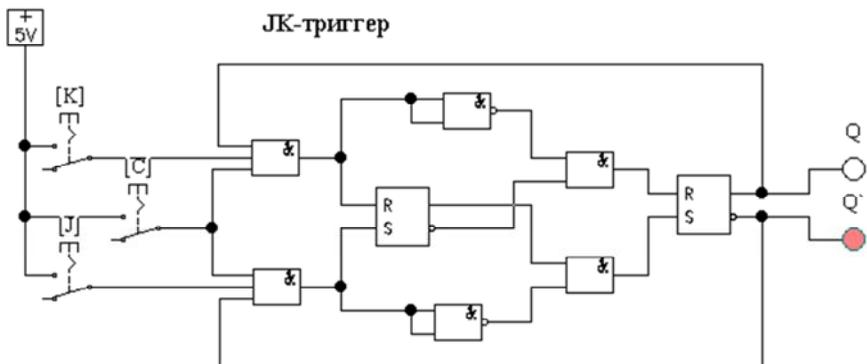
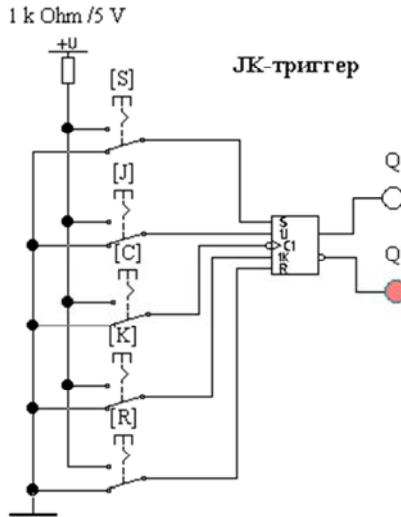

Рис. 14.6. JK-триггер (вариант 1, файл **jk-trigger.ewb**)
Рис. 14.8. JK-триггер (вариант 3, файл **jk-trig2.ewb**)
3. Исследовать универсальные JK -триггеры (файл **jk-trigger.ewb**, **jk-trig.ewb**, рис. 14.6, 14.7). Разобраться с работой микросхемы универсального JK -триггера (файл **jk-trig2.ewb**, рис. 14.8). Составить таблицу переключений триггера.